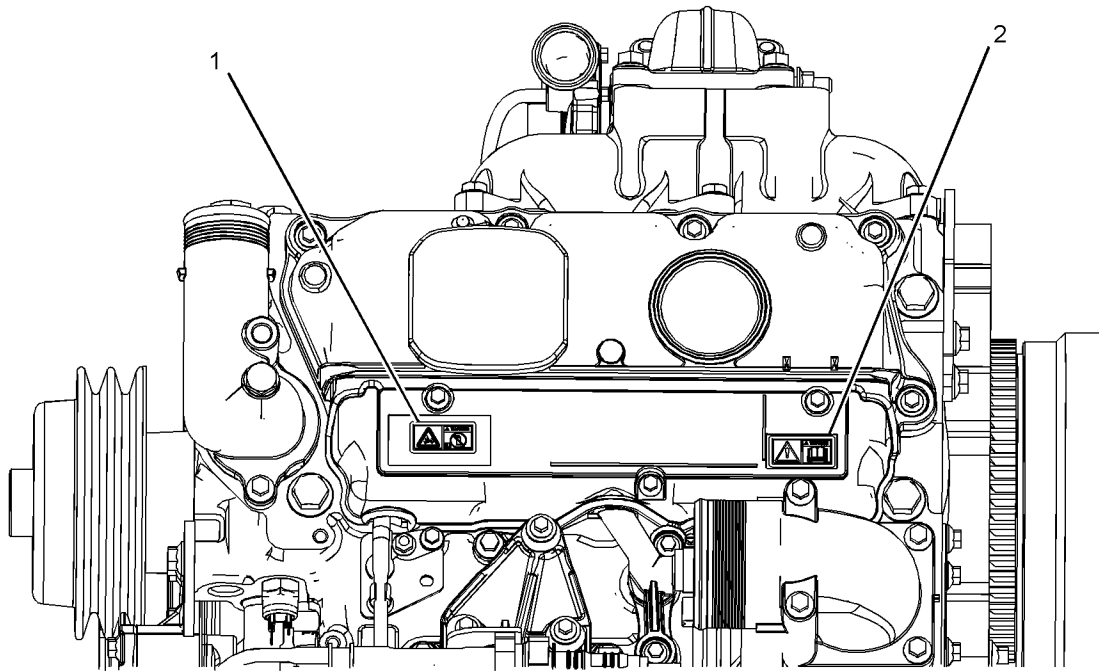

Ilustración 2
La etiqueta de Advertencia universal (2) está situada en el extremo trasero de la tapa del múltiple de admisión. Vea la ilustración 2 .
La etiqueta de advertencia de éter (1) está situada en el extremo delantero de la tapa del múltiple de admisión. Vea la ilustración 2 .